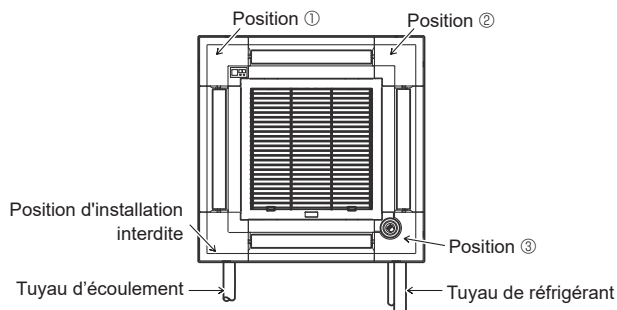

Fig. 9-10
- * Si la position du i-see Sensor est passée de la position par défaut (Position 3) à une autre position, changez les réglages de fonction. (Se reporter à la page 12 et à la Fig. 9-10)
- Le panneau d'angle du i-see Sensor ne peut en aucun cas être installé du côté du tuyau d'écoulement de l'appareil principal. (Se reporter à la Fig. 9-10)